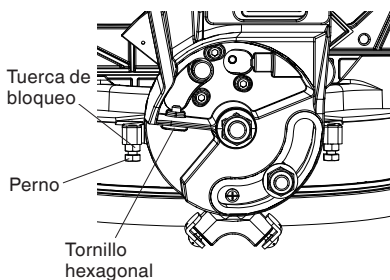

Fig. 17
- (2) Afloje la empuñadura de bloqueo del bisel e incline la carcasa de engranajes totalmente hacia la derecha.
- (3) Utilizando una herramienta combinada, verifique si la hoja está en 45° con respecto a la mesa.
- (4) Para realizar el ajuste, incline la carcasa de engranajes a 0°, afloje la tuerca de bloqueo y gire el perno hacia dentro o hacia afuera para aumentar o reducir el ángulo como se visualiza en la Fig. 17.
- (5) Incline el brazo de corte de nuevo hacia la derecha, y verifique la alineación de nuevo.
- (6) Repita los pasos hasta que la hoja esté en 45° con respecto a la mesa. Una vez obtenida la alineación, apriete la tuerca de bloqueo y la empuñadura de bloqueo de bisel.